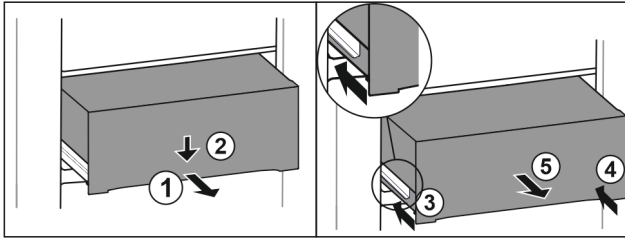

Fig. 176
- ▶ Húzza ki félig a fiókot. Fig. 176 (1)
- ▶ Nyomja le a fiók elülső oldalát. Fig. 176 (2)
- ▶ Tolja be a bal oldali sínt körülbelül 2 cm mértékben. Fig. 176 (3)
- ▶ Tolja be a jobb oldali sínt körülbelül 2 cm mértékben. Fig. 176 (4)
- ▶ Vegye ki a fiókot előre felé. Fig. 176 (5)